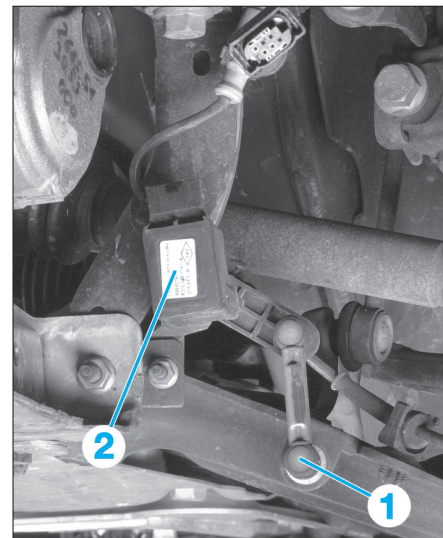

FIG. 8
- les vis inférieures du renfort latérale du berceau (11).
- les vis de fixations avant et les écrous arrière de la traverse inférieure de radiateur (12) et (13).
- la traverse inférieure de radiateur (14).
- Dégager le fil (9) du capteur de vitesse de roue et le débrancher au niveau du passage de roue.
- le boulon de bridage de la rotule inférieure sur le pivot (3).
- l'écrou de la rotule de biellette de barre stabilisatrice (2).
- la rotule (1) du capteur de hauteur (2) si le véhicule est équipé de projecteurs au xénon (Fig.8).
- Dégrafer la rotule (1) du capteur de hauteur pour les véhicules qui sont équipés des projecteurs au xénon (Fig.8).